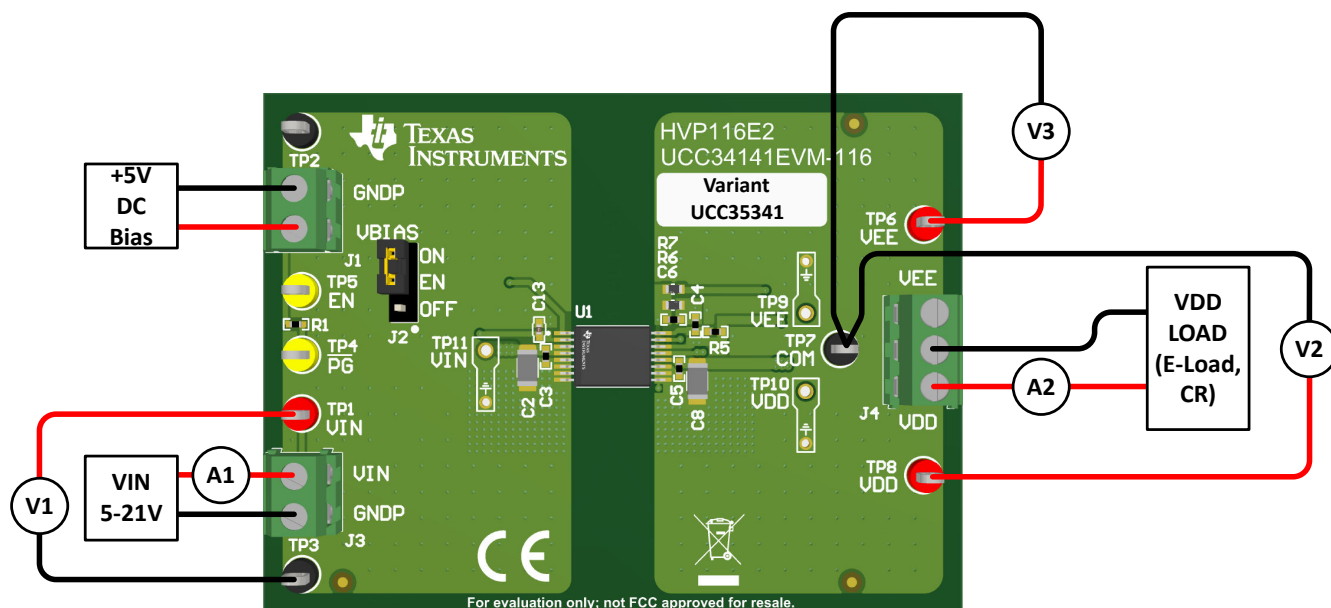

图 2-1. 典型效率测量设置
UCC34141EVM-116 利用螺丝接线端快速连接至 V_{IN} 、VDD 和 VEE。连接适当的电流表和电压表, 如图 2-1 所示, 以便可以进行准确的 EVM 效率测量。
4. 在 J4:1 (VDD) 和 J4:2 (COM) 之间连接一个可变负载。如果使用电子负载, 则设置为恒定电阻 (CR) , 650 Ω (约 500mW)。在 EVM 通电之前, 将负载保持为禁用状态。
5. 在 J4:2 (COM) 和 J4:3 (VEE) 之间连接第二个负载。如果使用电子负载，则设置为恒定电阻 (CR)，250Ω (约 10mW)。在 EVM 通电之前，将负载保持为禁用状态。由于所需的负载较小，因此可以在 J4:2-3 之间连接一个 500mW 的穿孔负载电阻器。
6. 当设置在低 mA 范围内时，某些电子负载可能无法调节/稳定 CC。通过插入电流表来监测输入电流和负载电流，如图 2-1 所示。电流探头可以与示波器结合使用，以验证由电子负载调节的直流电流的稳定性。